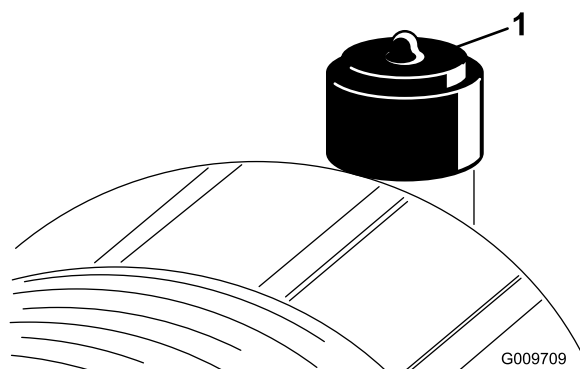

Figura 47
Effettuate la manutenzione del filtro dell'aria quando l'indicatore lo richiede (Figura 47). Sostituendo il filtro dell'aria prima del necessario si aumenta il rischio che la morchia penetri nel motore quando si toglie il filtro.
2. Se la spia (Figura 47) è rossa, resettatela.